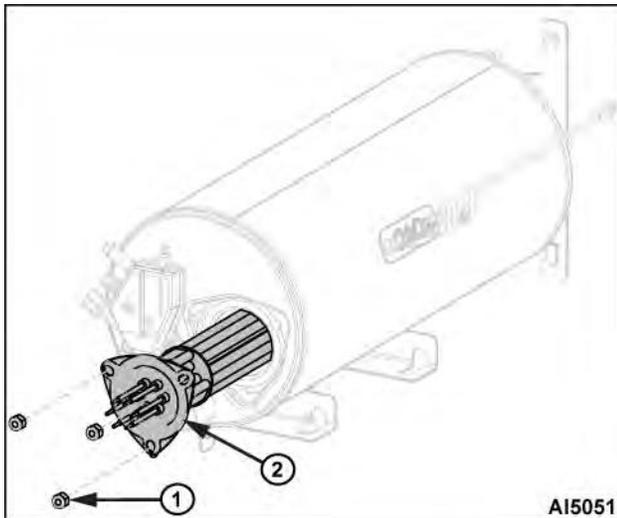

Fig. 69
10. Retire las tuercas de la resistencia del booster (1, Fig. 69).
11. Retire la resistencia del booster (2, Fig. 69).